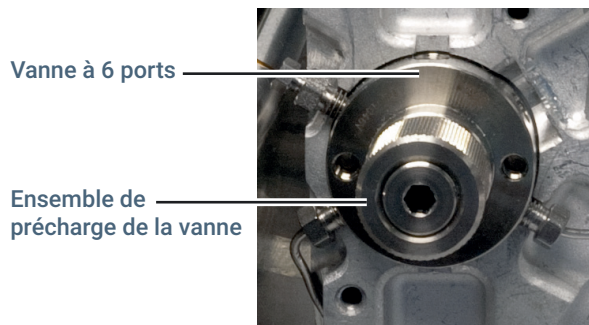

Figure 23. Ensemble de précharge de la vanne
- 6 Avec la main, dévissez l'ensemble de précharge à l'avant de la vanne (**Figure 23**).